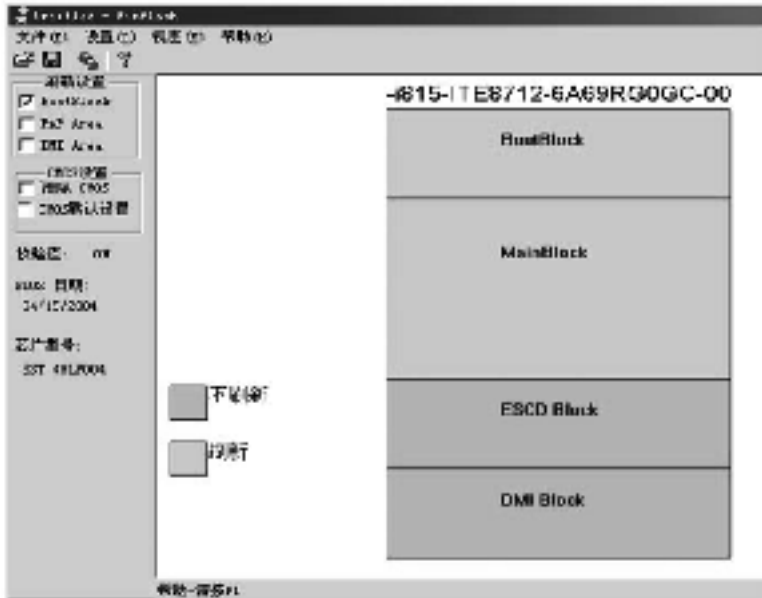

图 2-16 WinFlash. exe 软件刷新 BIOS 主界面
1) 首先从其网站下载该软件并解压缩, 双击 WinFlash. exe 即可直接运行并显示如图 2-16 所示的主界面。